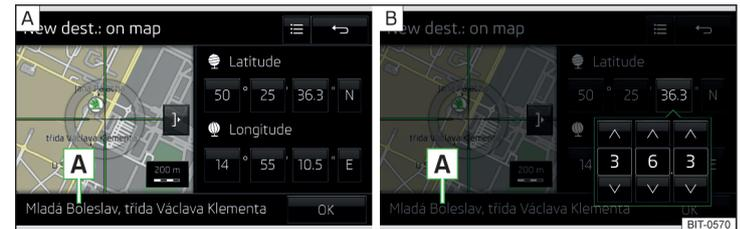

Abb. 207 Ziel eingeben: über den Kartenpunkt / mithilfe von GPS-Koordinaten
- › Durch Bildschirmberührung das gewünschte Ziel in das Fadenkreuz verschieben » Abb. 207 - [A].
- › Die Funktionsfläche mit dem gewünschten Wert der GPS-Koordinate für die geografische Breite  $\varphi$  und geografische Länge  $\lambda$  antippen » Abb. 207 - [B].
Sind in den Navigationsdaten des Infotainments Informationen zum eingegebenen Punkt verfügbar, dann werden diese statt der GPS-Koordinaten angezeigt (bspw. Adresse [A] » Abb. 207).